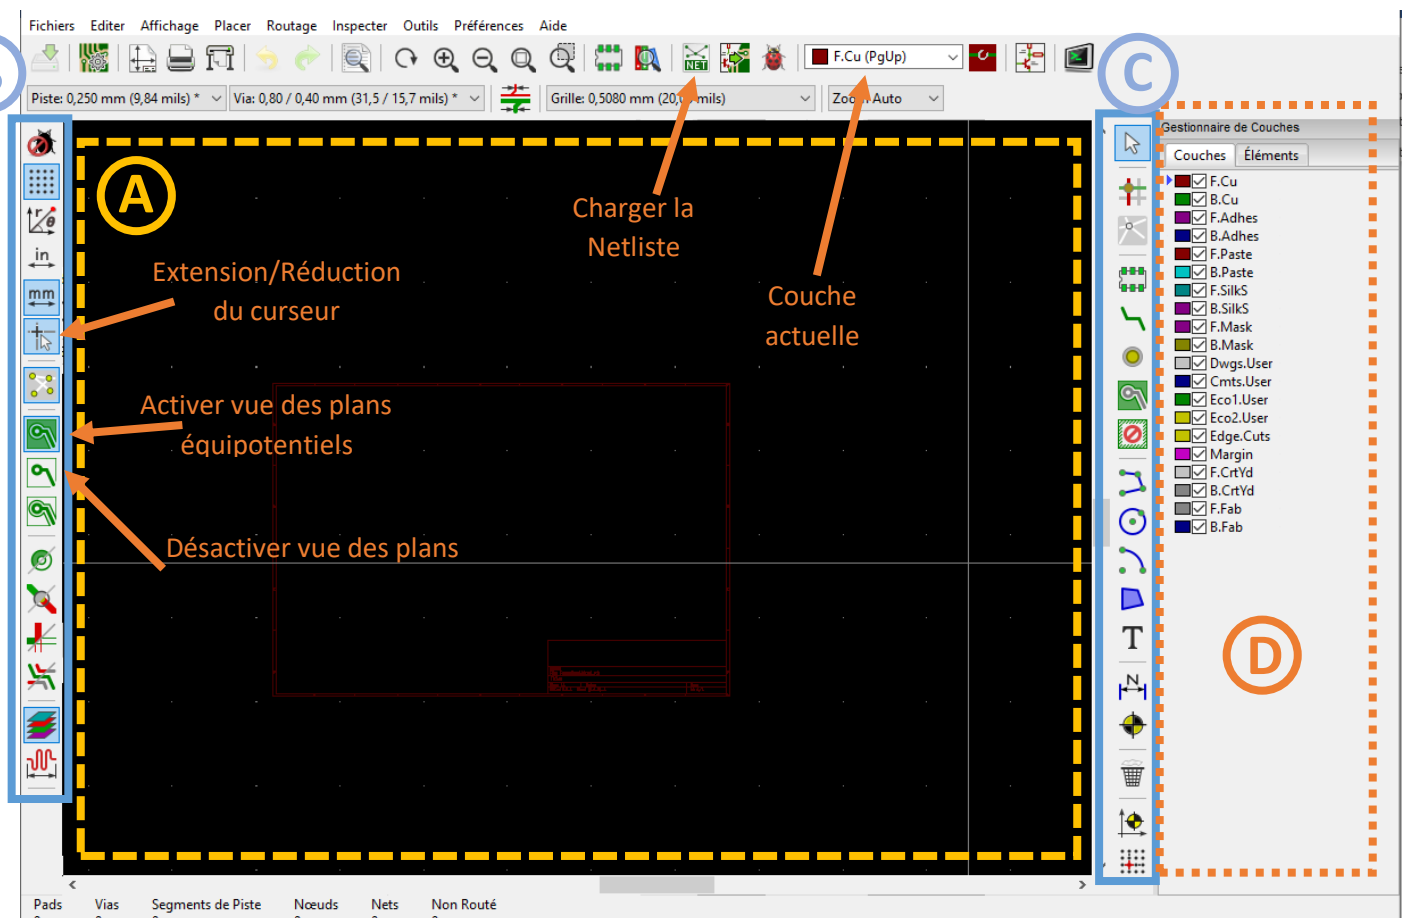

Figure 6: Vue de la fenêtre PCB
- Appuyer sur le bouton « Charger la netliste » (voir ci-contre et **Figure 6**)
- Sélectionner la bottom layer (couche inférieure), en utilisant la touche V pour basculer de la top layer à la bottom layer, et inversement. Vérifier que la couche B.Cu est bien sélectionnée (voir figure 6).